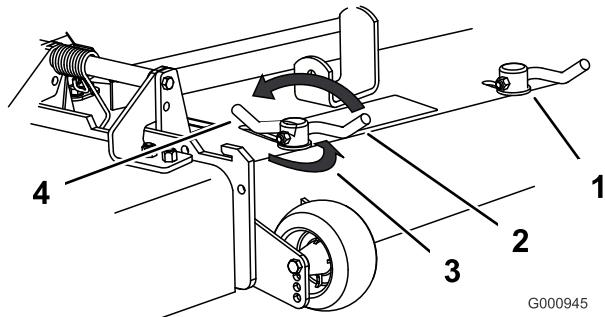

Figura 20
- Para ajustar los bloqueos de leva, levante la palanca para aflojar el bloqueo de leva (Figura 20).
- Devuelva la palanca a su posición original para apretar el deflector y los bloqueos de leva (Figura 20).